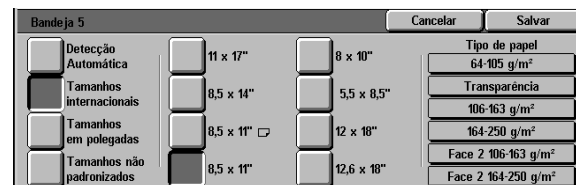

Figura 26: tamanhos em polegadas da Bandeja 5
- Toque em **Tamanhos em polegadas** e selecione um dos tamanhos padrão dos EUA, como 8,5 x 11 ou 11 x 17 polegadas, conforme ilustrado na Figura 26.